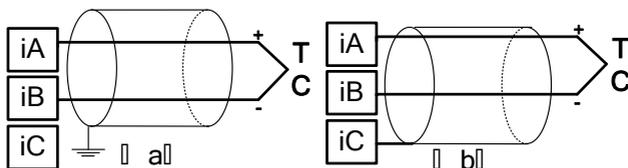

图 4-2-9 热电偶输入接线方法
(2) 热电偶传感器：热电偶传感器输入（如 K 型）为两线制接线方式，建议采用 0.5mm^2 规格的双芯屏蔽补偿导线，将热电偶传感器的正极和负极分别连接到 iA 端子和 iB 端子。屏蔽端可以连接电源地，如图 4-2-9 (a) 所示。也可以连接控制器的测量地 iC 端子上，如图 4-2-9 (b) 所示。